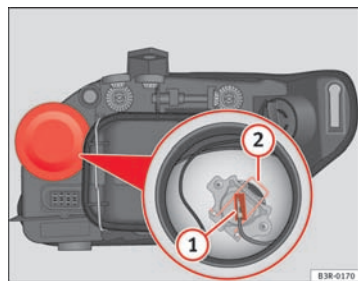

Fig. 209 Feux de route
- Retirez le connecteur ⇒ fig. 209 (1) de l'ampoule.
- Appuyez sur le ressort ⇒ fig. 209 (2) vers l'intérieur et vers la droite.